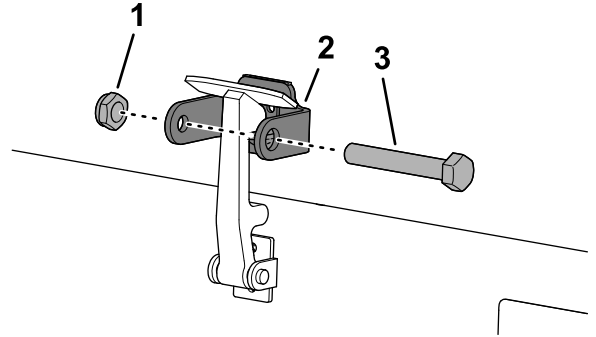

图 20
7. 将螺栓拧入机罩门锁支架的另一个臂直至将门锁锁定到位 (图 20)。